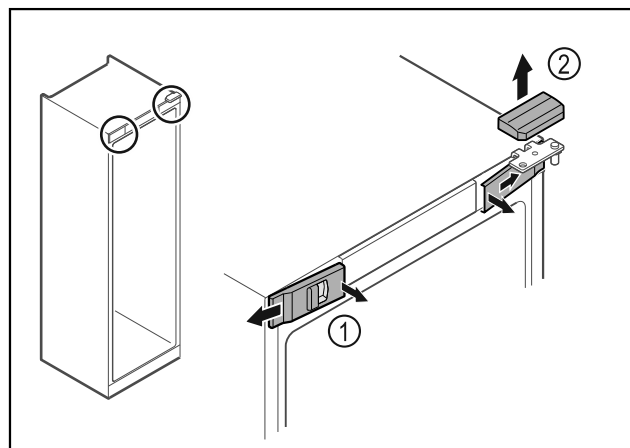

Fig. 10
- Nxirrni nga foleja kapakët mbulues të përparmë Fig. 10 (1) në pjesën e brendshme dhe hiqini nga anash.
- Hiqni kapakun mbulues të sipërm Fig. 10 (2) duke e ngritur lart.